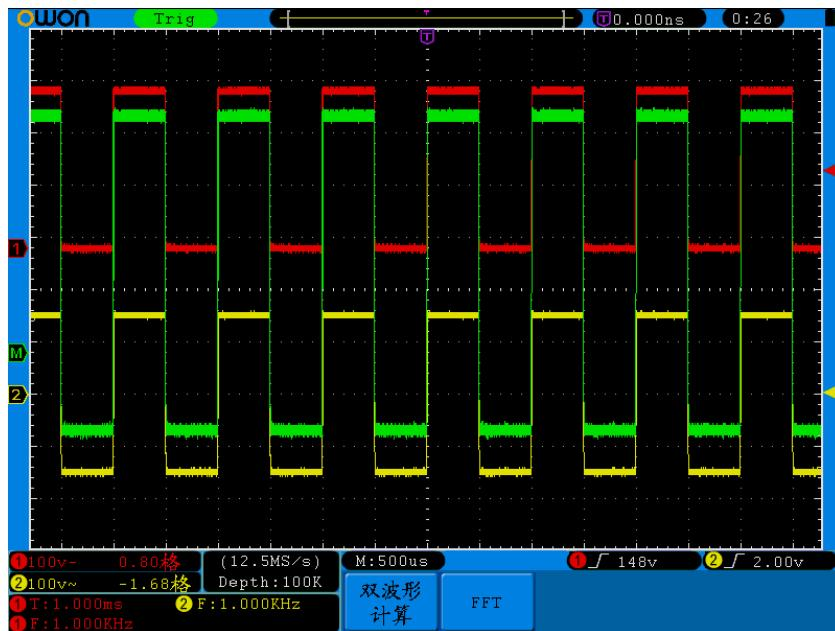

图 5-7: CH1+CH2 数学运算波形
5、按 F3 键对因数2选择 CH2 。则计算结果的绿色波形M显示在屏幕上。见图5-7。